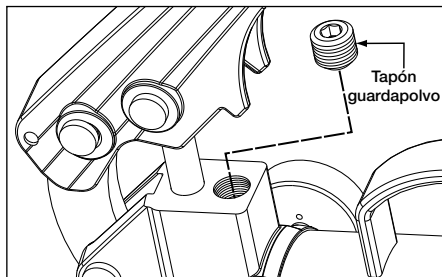

Figura 12, Válvula de alivio (P-18 y P-39)
2. **Sólo modelo P-84:** instale un manómetro de 0-1.000 bares [0-15.000 psi] en el orificio "A" de la bomba. Instale un tapón de tubería en el orificio "B" de la bomba. Mueva la palanca de la válvula de control hasta la posición (A).
- En los modelos P-18 y P-39, la válvula de alivio está situada en la superficie superior del cabezal de la bomba. Véase Figura 12.